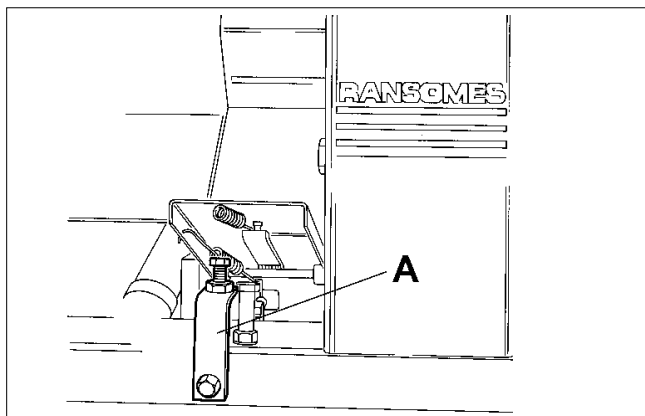

Fig.16
1. Rotate the Traction pedal stop (A Fig.16) to give the pedal restricted movement for forward travel.
1. Ruotare l'arresto del pedale della trazione (A Fig.16) per consentire un movimento limitato del pedale per la marcia in avanti.